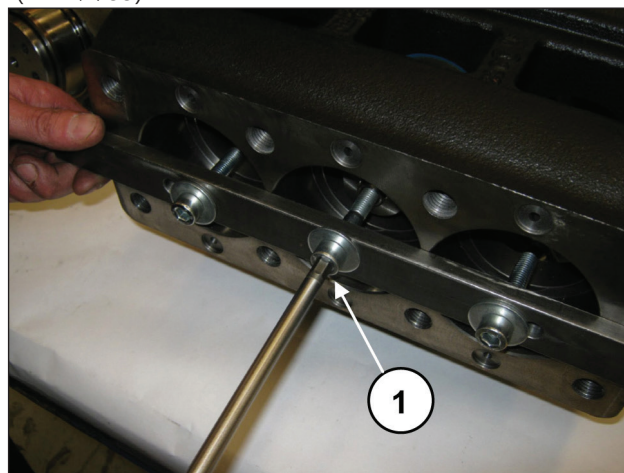
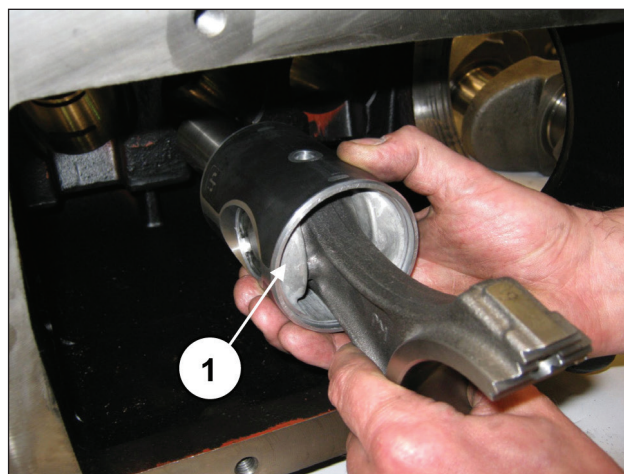

图 32
图 33
拧松工具 (代码 27566200) 的螺栓以松开连杆 (①, 图 32); 接着从泵壳后方开口处抽出连杆/柱塞导承组件 (①, 图 33)。
拆除用于锁定连杆的工具, 其代码为27566200 的工具 (①, 图 32)。